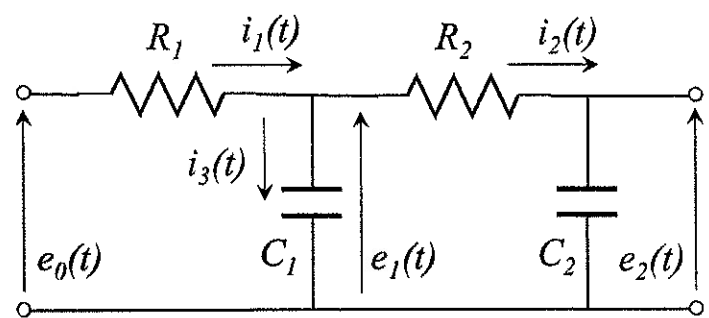

Fig.7-1
- (a) Fig.7-1の回路において, 時間領域(in the time domain)で成立する関係式を5つ導出せよ。なお, R_i は抵抗(resistor)($i=1 \sim 2$), C_i はコンデンサ(capacitor)($i=1 \sim 2$), $e_i(t)$ はコンデンサ C_i の端子間電圧, $i_i(t)$ は電流(electric current)($i=1 \sim 3$)を表す。